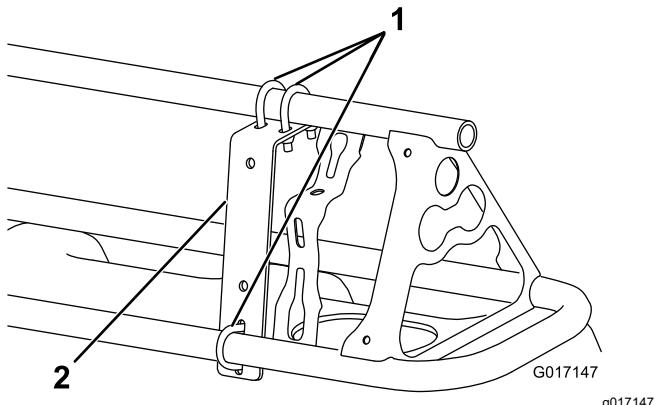
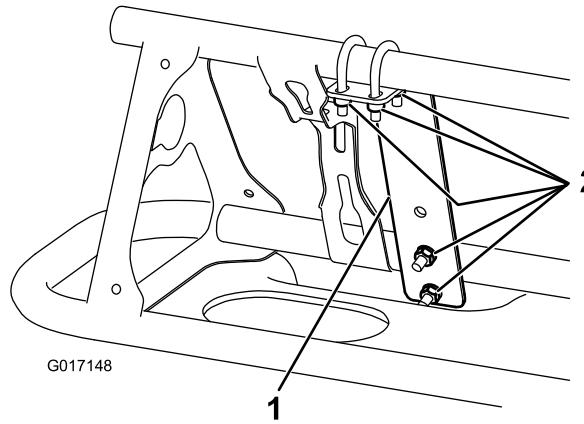

Figure 15
Figure 16
- Fixez un support sur l'avant de chaque rampe, près de la buse extérieure, (Figure 15 et Figure 16) à l'aide de 3 étriers filetés et de 6 contre-écrous (1/4").